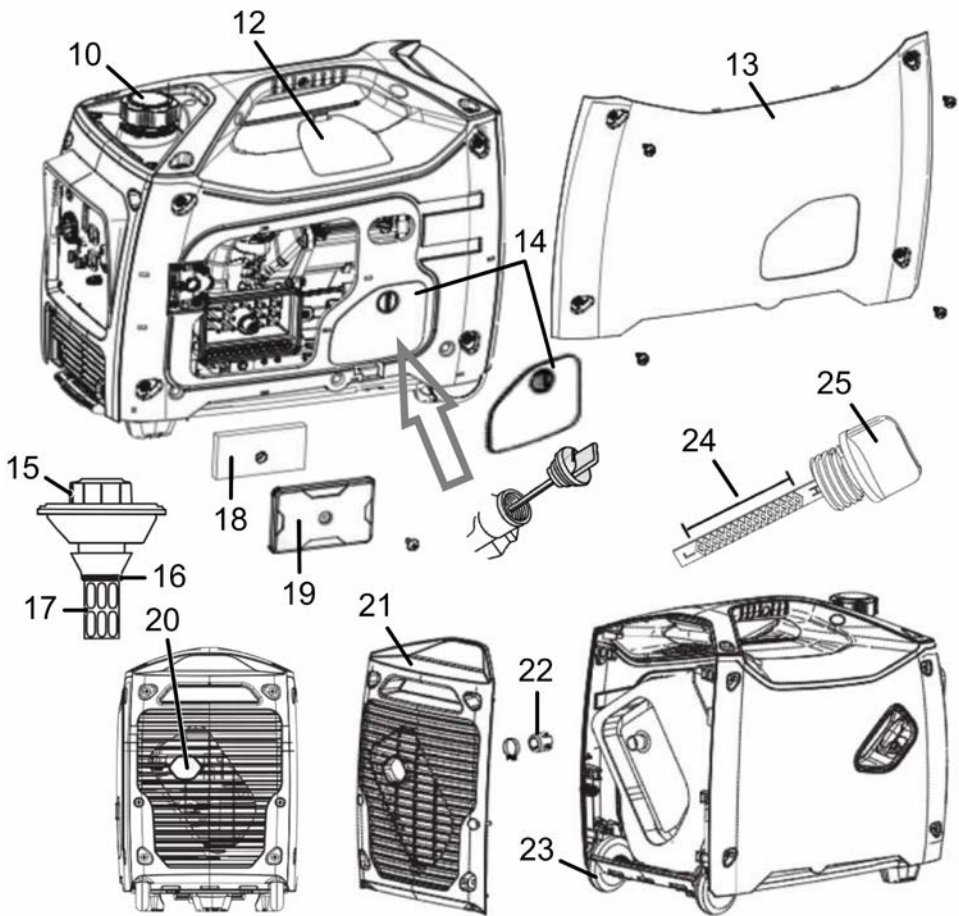

Рисунок 2
- Зніміть кришку доступу до маслосалівної горловини (14, рисунок 2).